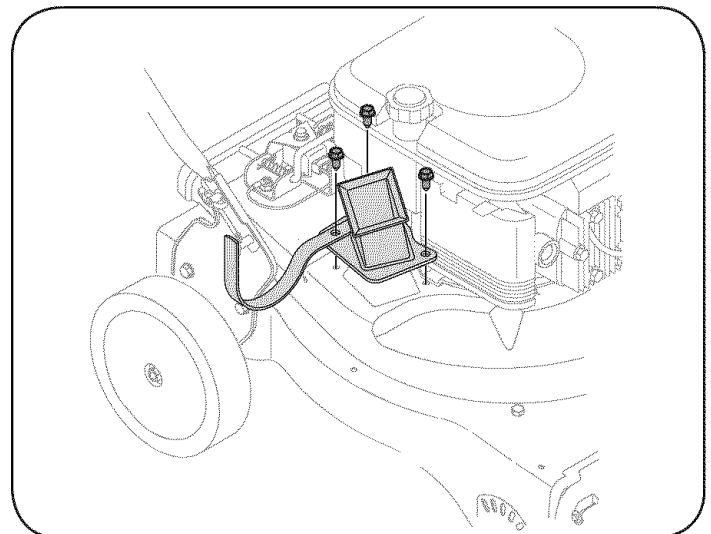

Figura 22
3. Ajuste los tres tornillos de cabeza hexagonal que sostienen la suspensión de soporte de manguera y el canal de la cortadora a la caja superior. Vea la figura 22.